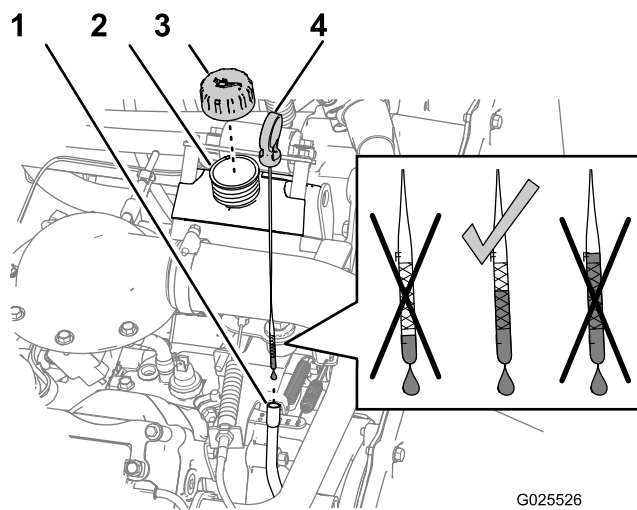

Figura 21
1. Retire la varilla (Figura 21) y límpiela con un paño limpio.
- Retire la varilla y compruebe el nivel de aceite (Figura 21).
- Si el nivel de aceite es bajo, retire el tapón de llenado (Figura 21) y añada suficiente aceite para elevar el nivel a la marca Full (lleno) de la varilla.
- Instale el tapón de llenado en el cuello de llenado (Figura 21).
- Instale la varilla firmemente en el alojamiento de la varilla (Figura 21).